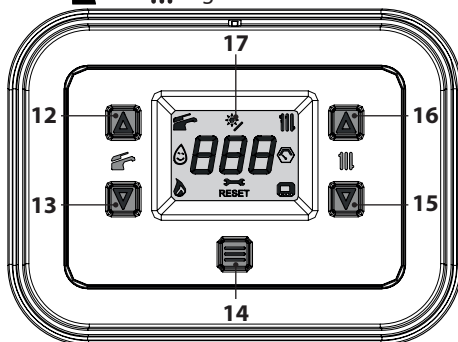

Figura 2.3
- Tenere premuto per 1 secondo il tasto 14 fino a far apparire sul display entrambi i simboli  e  Figura 2.3.